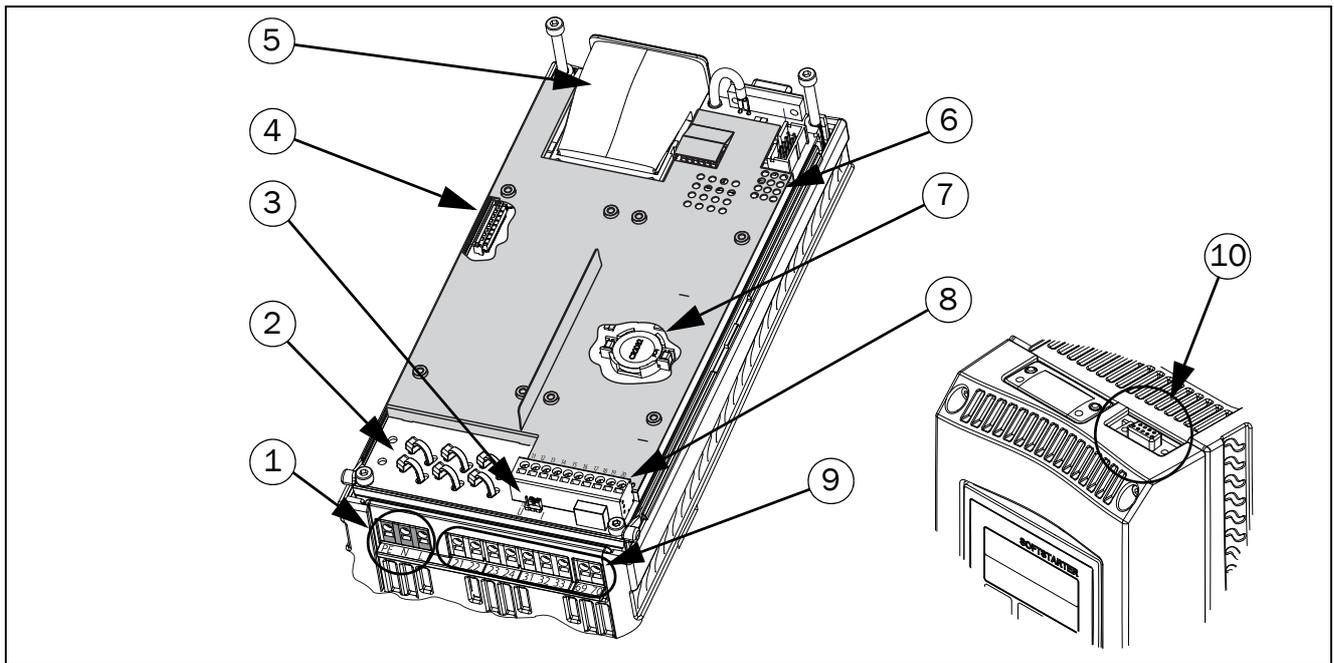

Рис. 17 Топология платы Emotron TSA.
**ПРИМЕЧАНИЕ.** Плата управления Emotron TSA оснащена земляной шиной, к которой подключаются экранированные кабели (см. Рис. 17 на странице 23).